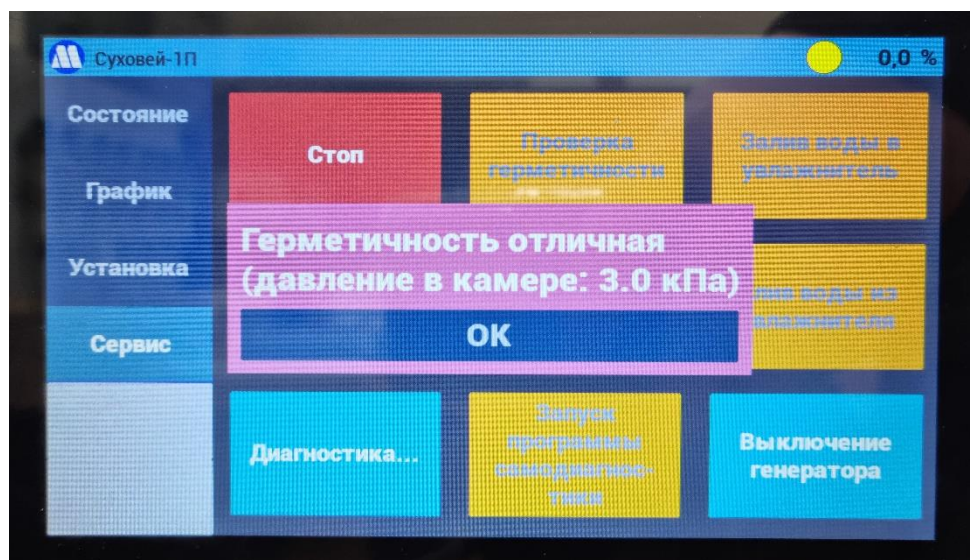

Рисунок 32 – Результат проверки герметичности на экране генератора.
9) Запустите программу «Проверка герметичности» из меню «Сервис». Убедитесь в том, что зонды установлены герметично (Рисунок 32).